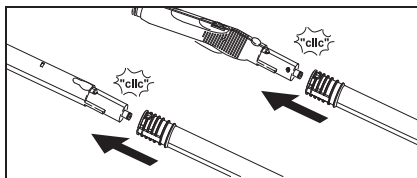

Abb. 7
- Bei Bedarf die Verlängerungsröhre (G1) verwenden. Dazu ein bzw. beide Verlängerungsröhre auf die Dampfpestole (C1) montieren (siehe Abb.7). Benötigtes Zubehör (D1, E1, F1, H1) auf das freie Ende des Verlängerungsröhres schieben.